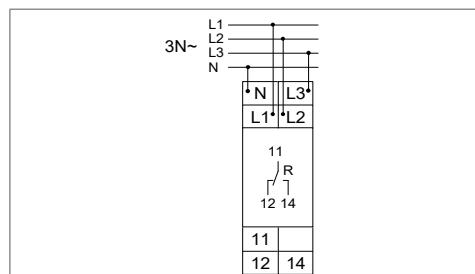

Bild 5: Elektrischer Anschluss, 3-phäsig
- Das Gerät gemäß Bild 5 anschließen und verdrahten.